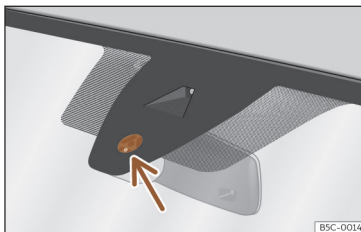

Abb. 98 Sensitive Fläche des Regensensors.
Mögliche Ursachen für Störungen und Fehlinterpretationen im Bereich der sensitiven Fläche >>> (Abb. 98) des Regensensors sind u.a.:
- **Schmutz:** Trockener Staub, Wachs, Scheibenbeschichtungen (Lotuseffekt) oder Waschmittelrückstände (Waschstraße) können den Regensensor tendenziell unempfindlicher machen oder später, langsamer oder gar nicht mehr reagieren lassen. Die Sensorfläche des Regensensors >>> (Abb. 98) (Pfeil) regelmäßig reinigen und die Scheibenwischerblätter auf Beschädigungen prüfen.